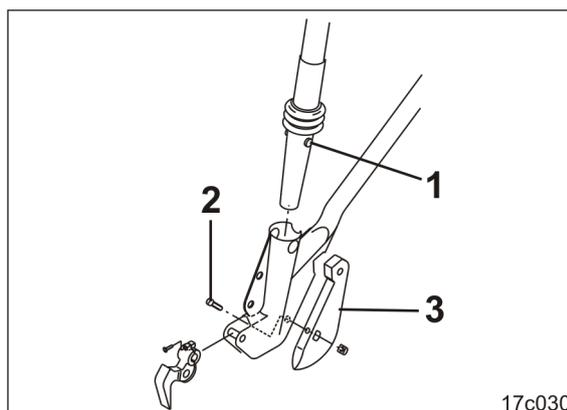

Рис. 234
1. Вдавите утолщения (Рис. 234/1) воронки в корпус сошника.
3. Снимите винт (Рис. 234/2) (момент затяжки винта 45 Нм).
4. Выньте наконечник сошника (Рис. 234/3) из анкерного крепления.